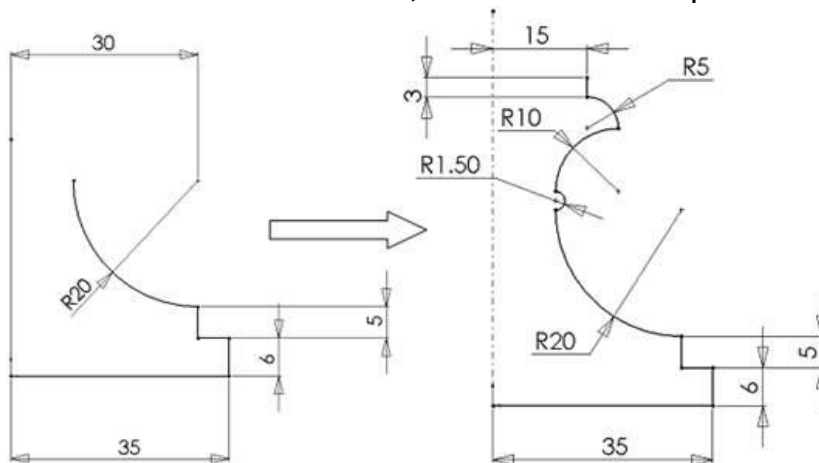

Рисунок 1.2 – Побудова ескізу
9. Здійснити побудову, послідовно викреслюючи елементи профілю з розмірами і взаємозв'язками елементів, як зазначено на рис. 1.2.